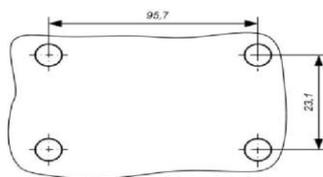

Рисунок 1
- 1) Просверлить 4 крепежные отверстия  $\text{Ø}3,5\text{мм}$  согласно рисунку (Рисунок 1).